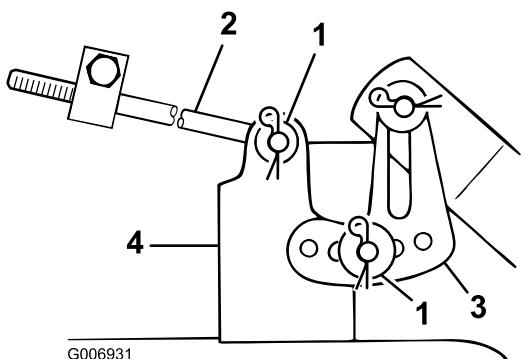

Figure 48
7. Enlevez la goupille fendue et la rondelle de l'une des pattes de mise à niveau (Figure 48).
8. Fixez la patte de mise à niveau dans un autre trou à l'aide de la rondelle et de la goupille fendue (Figure 48).